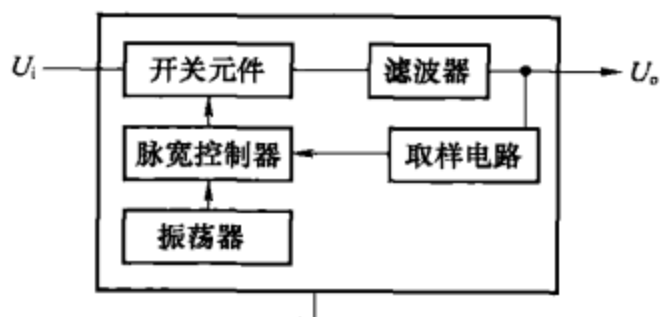

图 7-69
(3) 他激脉宽控制式稳压电路原理如图 7-69 所示, 开关管与负载串联, 开关管输出的脉动电压经滤波器滤波为直流电压输出。在脉宽控制式稳压电路中, 开关管的开关频率不变, 取样信号通过脉宽控制器调节开关管的占空比, 从而达到调节输出电压, 保持输出电压 U_o 稳定的目的。